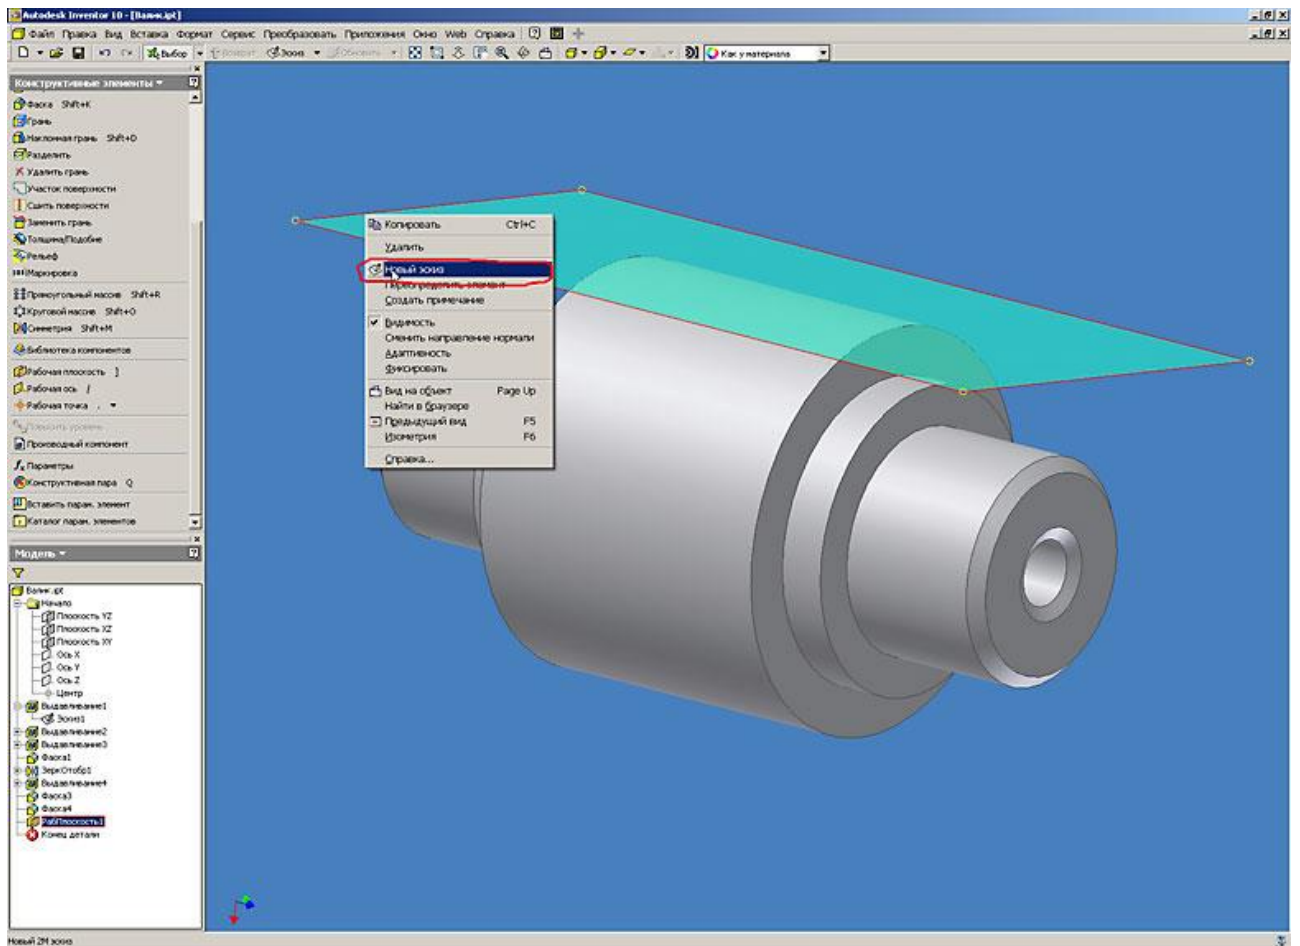

Рис. 13. Autodesk Inventor. Работа с конструктивными элементами (выдавливание)
13. Для построения нового эскиза паза на созданной плоскости нажимаем правой кнопкой мышки на грань плоскости и в контекстном меню выбираем пункт “Новый эскиз” (рис. 13).